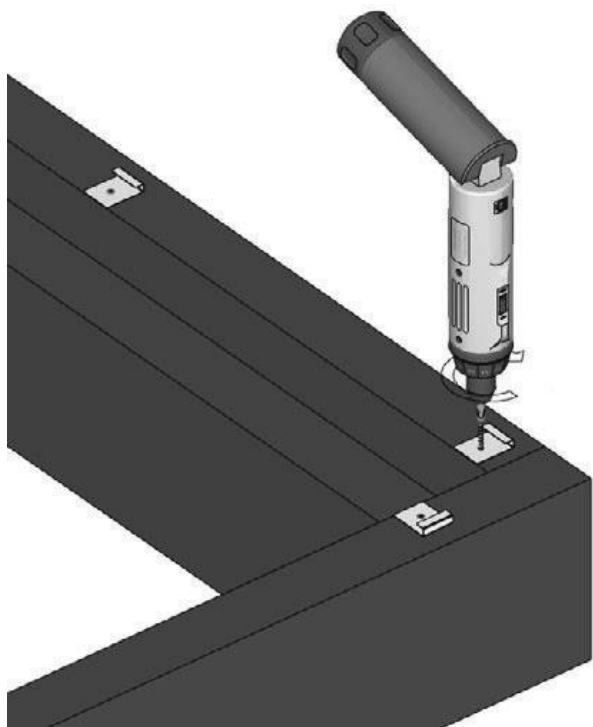

FIG. 21 – STARTCLIPS BEVESTIGD AAN DE BUITENSTE REGEL
- 07 Bevestig startclips op de buitenste regel (fig. 21) om de 300 mm.